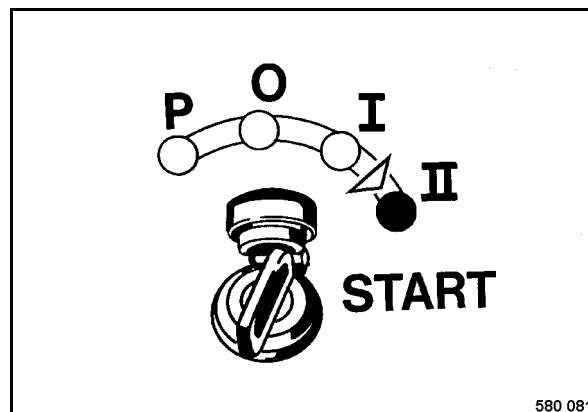

Fig. 87
- Girar la llave de encendido (Fig. 87) a posición „II“, arranque del motor.